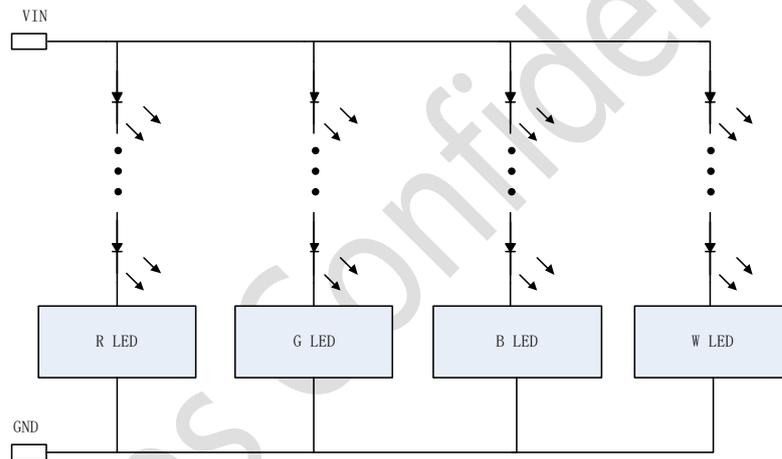

图 11.1 四路共阳连接电路示意图
5. 当 Hi2801B 系统工作在多路并联工作时，多路系统与 LEDs 模组连接推荐共阳布线，示意图见图 11.1，多路 LEDs 系统布局布线见图 11.2；